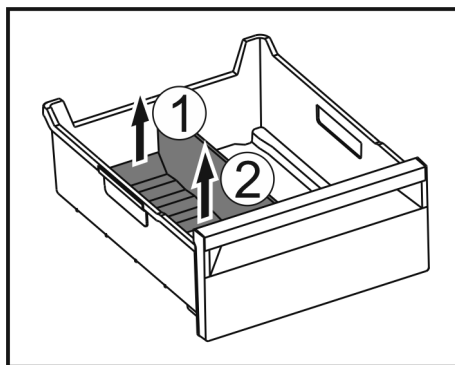

Fig. 218
- Podignite stražnji dio pregrade ladice za led. Fig. 218 (1)
- Izvadite pregradu ladice za led prema gore. Fig. 218 (2)